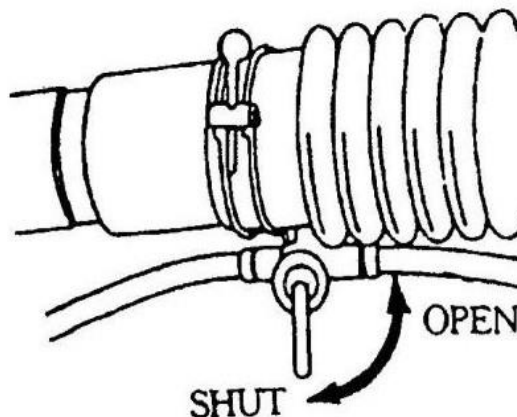

Fig. 8
- 1) Al rociar, si queremos añadir más producto al tanque, se debe apagar el aparato, ver fig.8. Al pulverizar, la palanca de pulverización y la tapa del tanque de combustible deben estar en posición baja, de lo contrario, los productos químicos se filtrarán.